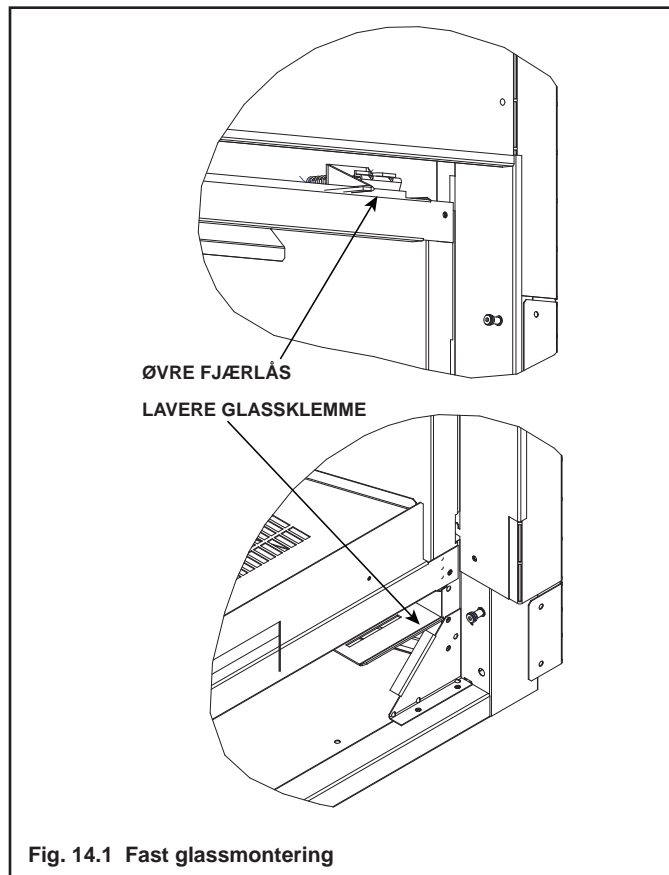

Fig. 14.1 Fast glassmontering
3. Bruk begge pekefingerne for å løsne fjærklemmene. Se fig. 14.1.
4. Legg trykk på glasset når du lar glassmonteringen synke ned på de to lavere glassklemmene. Se Fig. 14.1.